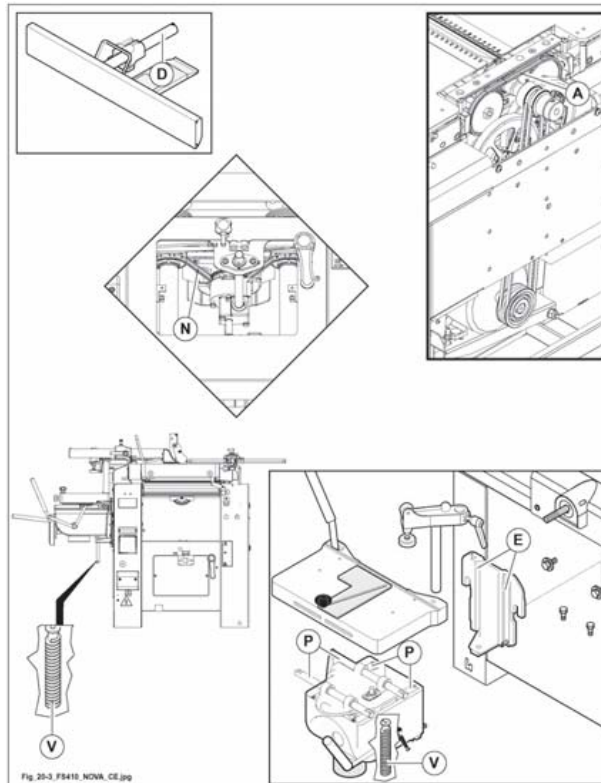

Fig. 20.3
- 1) la vite di sollevamento (V fig. 20.3) della cavatrice .
- 1) la barra di scorrimento (D fig. 20.3) della guida filo.
2) Gli elementi a coda di rondine (E fig. 20.3), per scorrimento cavatrice
3) Le barre di scorrimento (P fig. 20.3) del piano cavatrice
4) Catena di trasmissione (A fig. 20.3) del moto ai rulli di avanzamento.
5) Catena di sollevamento del piano (N fig. 20.3).